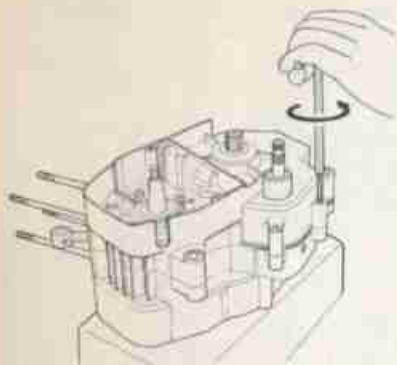
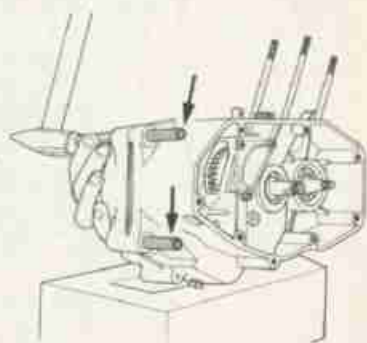

FIG. 19 Rimozione viti
FIG. 20 Rimozione grani
- 20) **TOGLIERE** le 13 viti di unione dei due semicarteri (fig. 19) e i 3 grani di riferimento usando una normale spina da 10 mm (fig. 20)